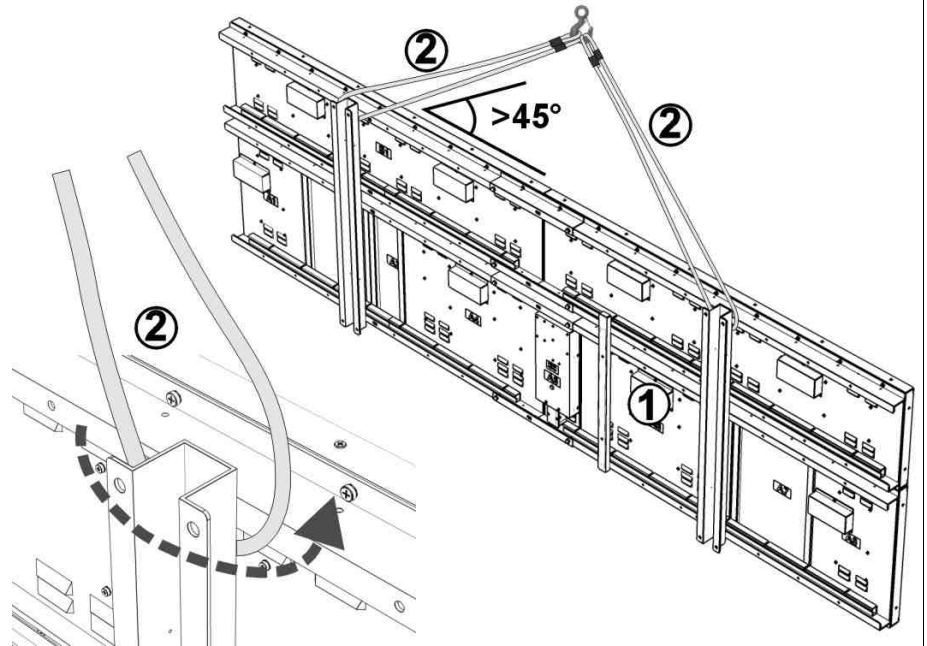

Fig. 13: Sollevamento del tabellone
Per il sollevamento del tabellone fate passare le funi di sollevamento sotto il punto di unione tra la staffa orizzontale superiore e le staffe verticali (Fig. 13). Vi raccomandiamo:
- un angolo di attacco delle funi maggiore di 45° (vedi Fig. 13) per limitare gli sforzi sulle staffe del tabellone;